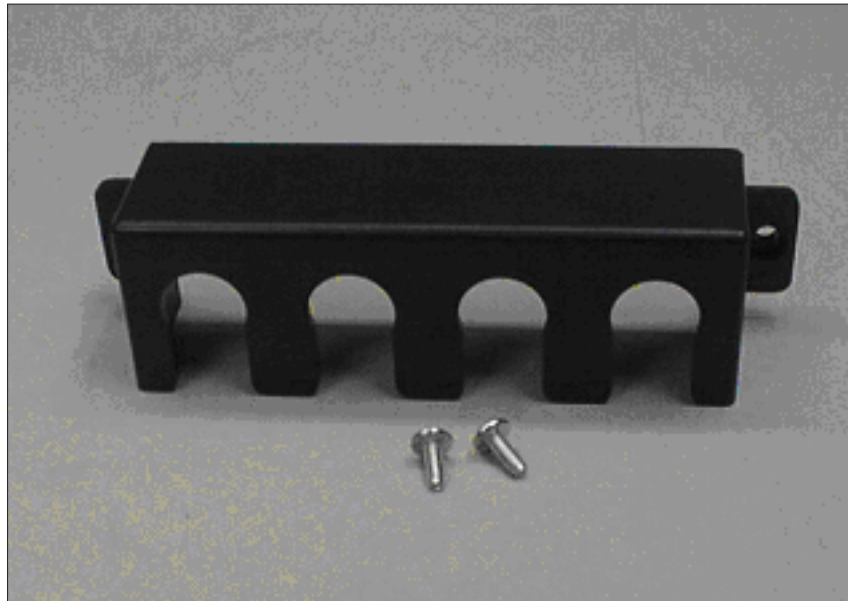

図 72. 2145-1U 無停電電源装置電源ケーブル保持ブラケットのハードウェア
2. パッケージからブラケットと 2 個のねじ (図 72 参照) を取り出します。